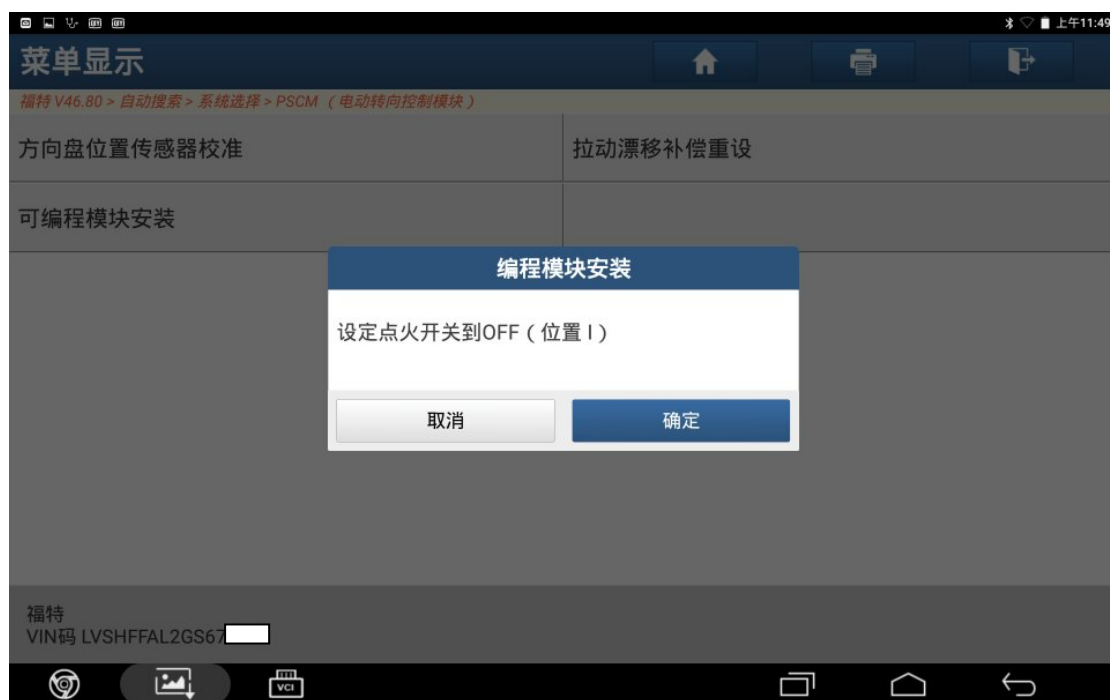

图 16
16). 设定点火开关到 OFF (位置 I), 点击“确定”, 如图 16;